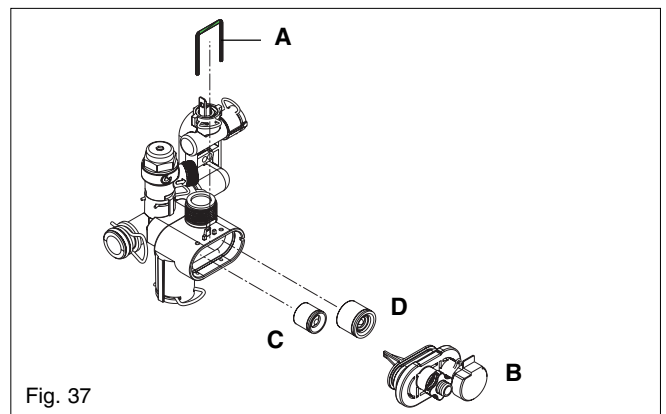

Fig. 37
6.23 AUTOMATIC BY-PASS & DHW NON-RETURN VALVE (fig. 37)